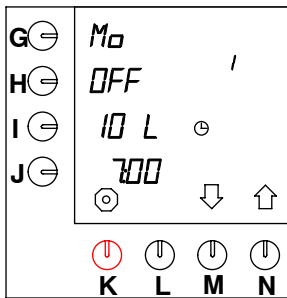

Fig. 45 Impostazioni preprogrammate (inattive)
Sono preprogrammate 14 "impostazioni orarie" per tutti i giorni della settimana. Non appena tali valori vengono attivati mediante la procedura seguente, diventano attivi e visibili solo in modalità utente. Le impostazioni possono essere tutte configurate come si desidera. Le 14 impostazioni sono configurate sui valori standard (vedere fig. 45):
- Premere il tasto di selezione (N.) \uparrow fino a che sullo schermo viene visualizzato quanto illustrato nella fig. 45